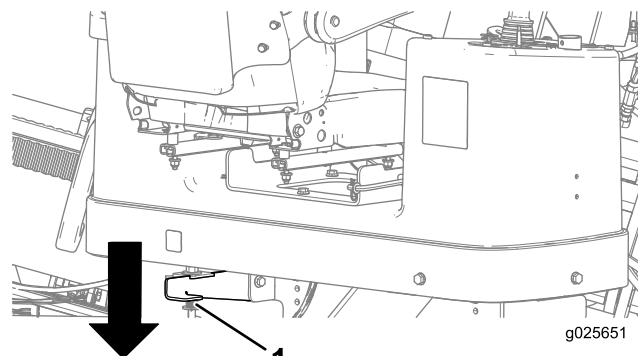

Figura 79
- Presione hacia abajo la palanca trasera de enganche de la plataforma del operador y gire la plataforma hacia afuera a la posición deseada, asegurándose de que se bloquee en su lugar (Figura 79).